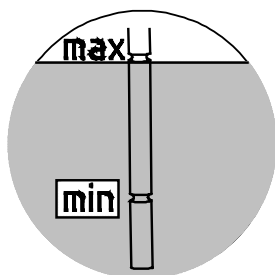

Рисунок 23: Проверка уровня масла с помощью масломерного щупа
4. **Редукторы с маслоизмерительным бачком:** Уровень масла в баке проверяется с помощью резьбовой пробки с масломерным стержнем (резьба G1¼). Уровень масла должен находиться между нижней и верхней отметкой полностью закрученного масломерного щупа (см. Рисунок 23). При необходимости слить лишнее масло или долить масло такой же марки. Разрешается эксплуатировать указанные редукторы конструктивных исполнений, перечисленных в разделе 7.1 "Конструктивные исполнения и техобслуживание"